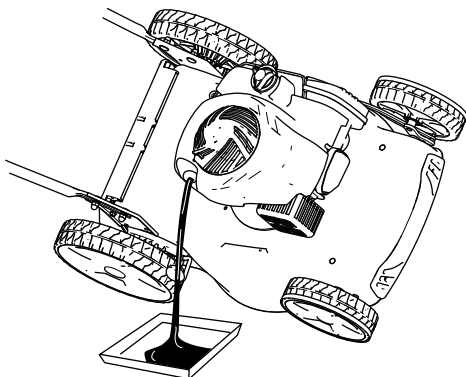

Bild 25
4. Kippen Sie die Maschine seitlich (Luftfilter nach oben), um das Altöl aus dem Öleinfüllstutzen abzulassen (Bild 25).
10. Lesen Sie den Ölstand am Peilstab ab. (Bild 25)